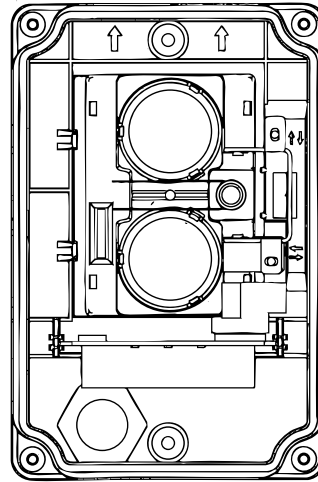

Figura 5: Detector de haz
4. Fije la base del detector al soporte utilizando dos tornillos estándar M4x12x8. Consulte la figura 5.